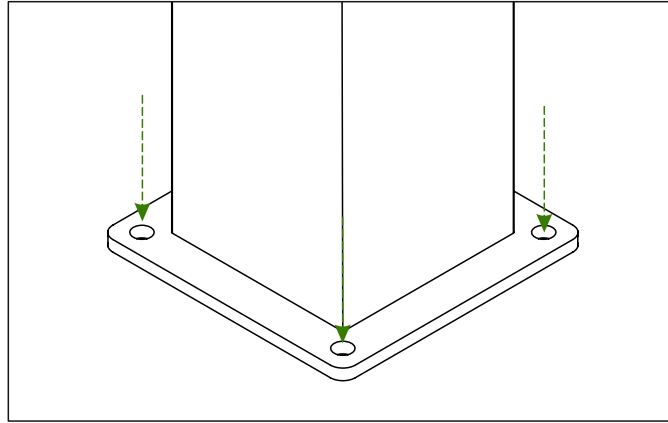

Abb. 13
B) 11. Verschrauben Sie die Pfostenplatte mit den Betonfundamenten oder der Betonplatte. Bitte verwenden Sie dafür geeignete Schrauben und Dübel. Siehe Abb. 13.